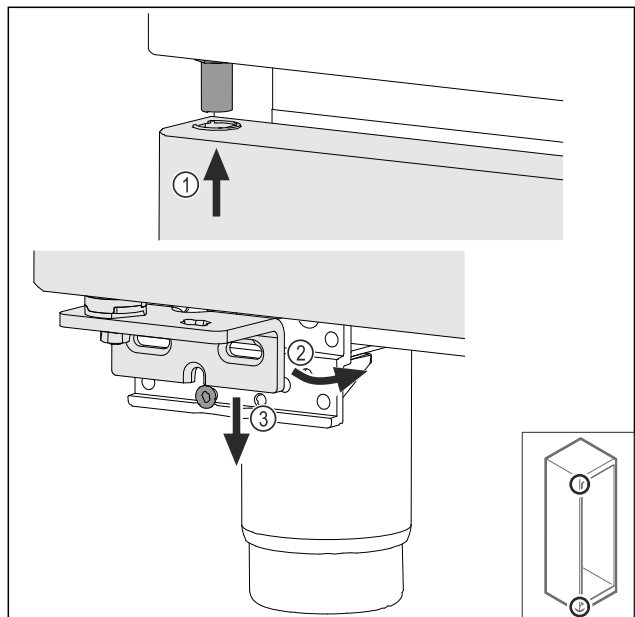

Fig. 70
- ▶ Kissé megbillentve fűzze be az ajtót felül Fig. 70 (1), majd igazítsa egyenesbe az ajtót Fig. 70 (2), és helyezze rá az alját a csapágybak csavarjára Fig. 70 (3).